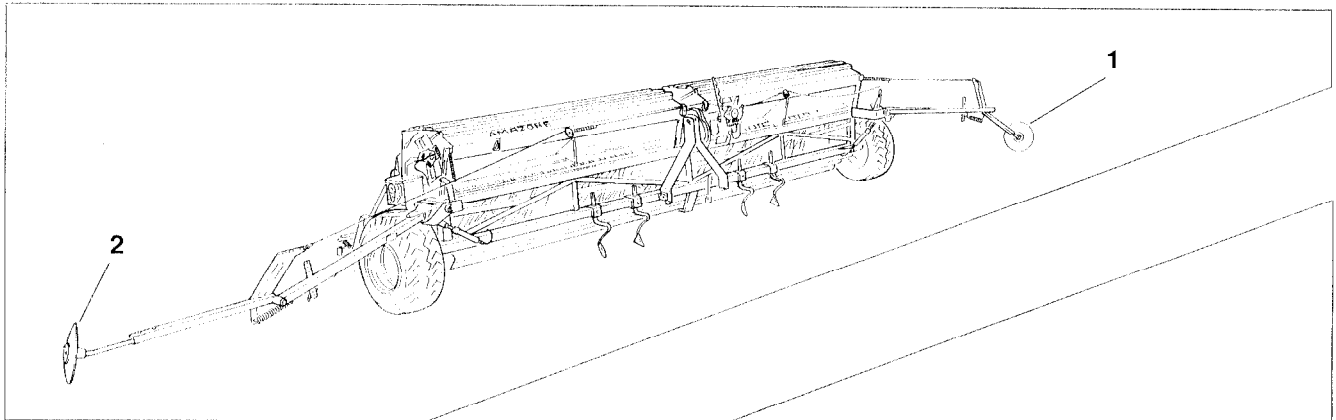
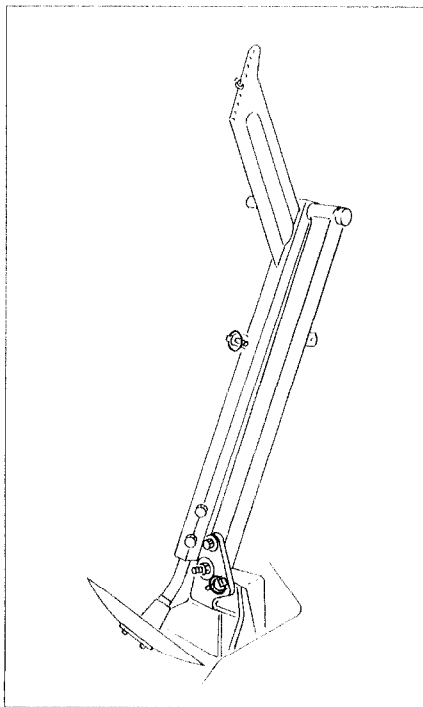

Fig. 10.1
Fig. 10.3
Die Sämaschine ist mit zwei Spuranreißern (Fig. 10.1) zum **Markieren einer Spur in Schleppermitte** ausgerüstet. Nach dem Wenden am Feldende fährt der Schlepper bei der Anschlußfahrt mittig auf der markierten Spur.
Die Spur wird während der Aussaat von einer Spuranreißerscheibe (Fig. 10.1/1) markiert. Die zweite Spuranreißerscheibe (Fig. 10.1/2) ist angehoben und kommt erst nach dem Wenden am Feldende zum Einsatz.
- von Transportstellung (Fig. 10.3) in Arbeitsstellung (Fig. 10.1) oder umgekehrt gebracht oder